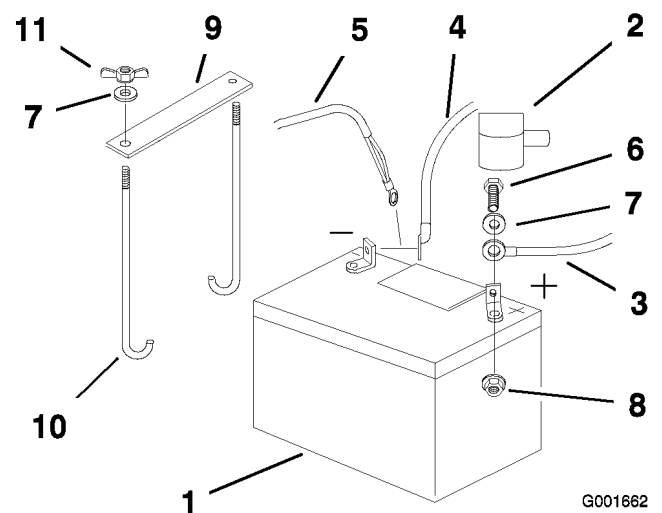

Figura 40
4. Primero desconecte el cable negativo de la batería y el cable de tierra del borne negativo (-) de la batería (Figura 40).
5. Retire la cubierta de goma roja del borne positivo (rojo) de la batería. Luego retire el cable positivo (rojo) de la batería (Figura 40).
6. Retire ambas tuercas de orejeta (1/4 inch) que fijan la brida de la batería (Figura 40).
1. Coloque la batería en la bandeja, con los bornes hacia el motor (Figura 40).
4. Sujete los cables con 2 pernos (1/4 x 3/4 pulgadas), 2 arandelas (1/4 inch), y 2 contratuercas (1/4 inch) (Figura 40).
6. Fije la batería con pernos en J, una brida de sujeción y 2 arandelas (1/4 inch), y 2 tuercas de orejeta (1/4 inch) (Figura 40).